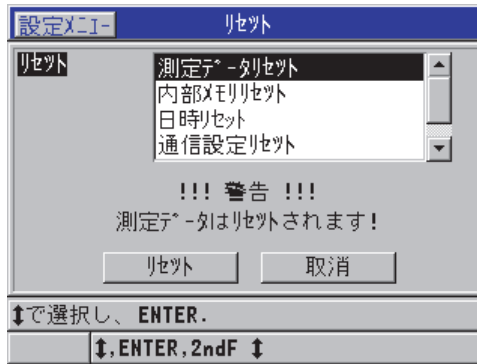

図 6-33 測定をリセットするときの警告メッセージ
2. リセット画面で、以下の操作を行います（127 ページの図 6-33 参照）。